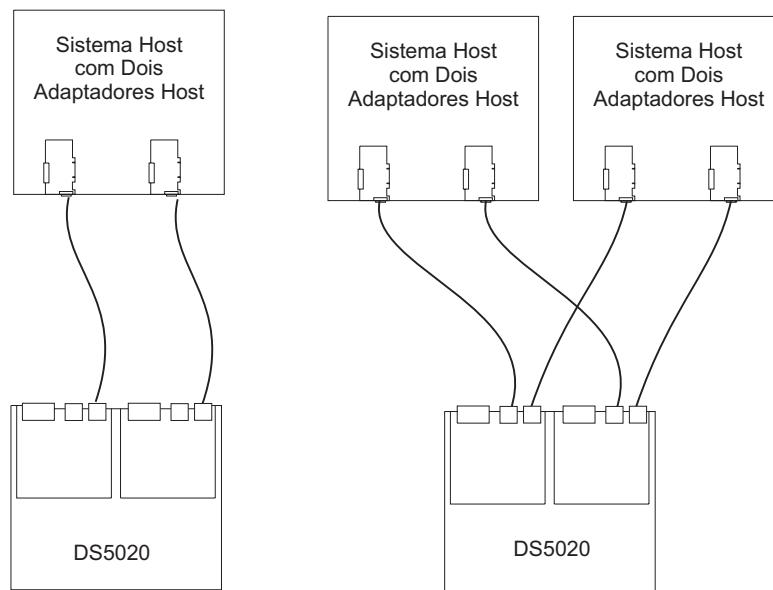

Figura 56. Exemplos de configurações de SAN Fibre Channel de acoplamento direto de host redundante
- Configurações de acoplamento direto redundantes do host, como mostrado em Figura 56 na página 91